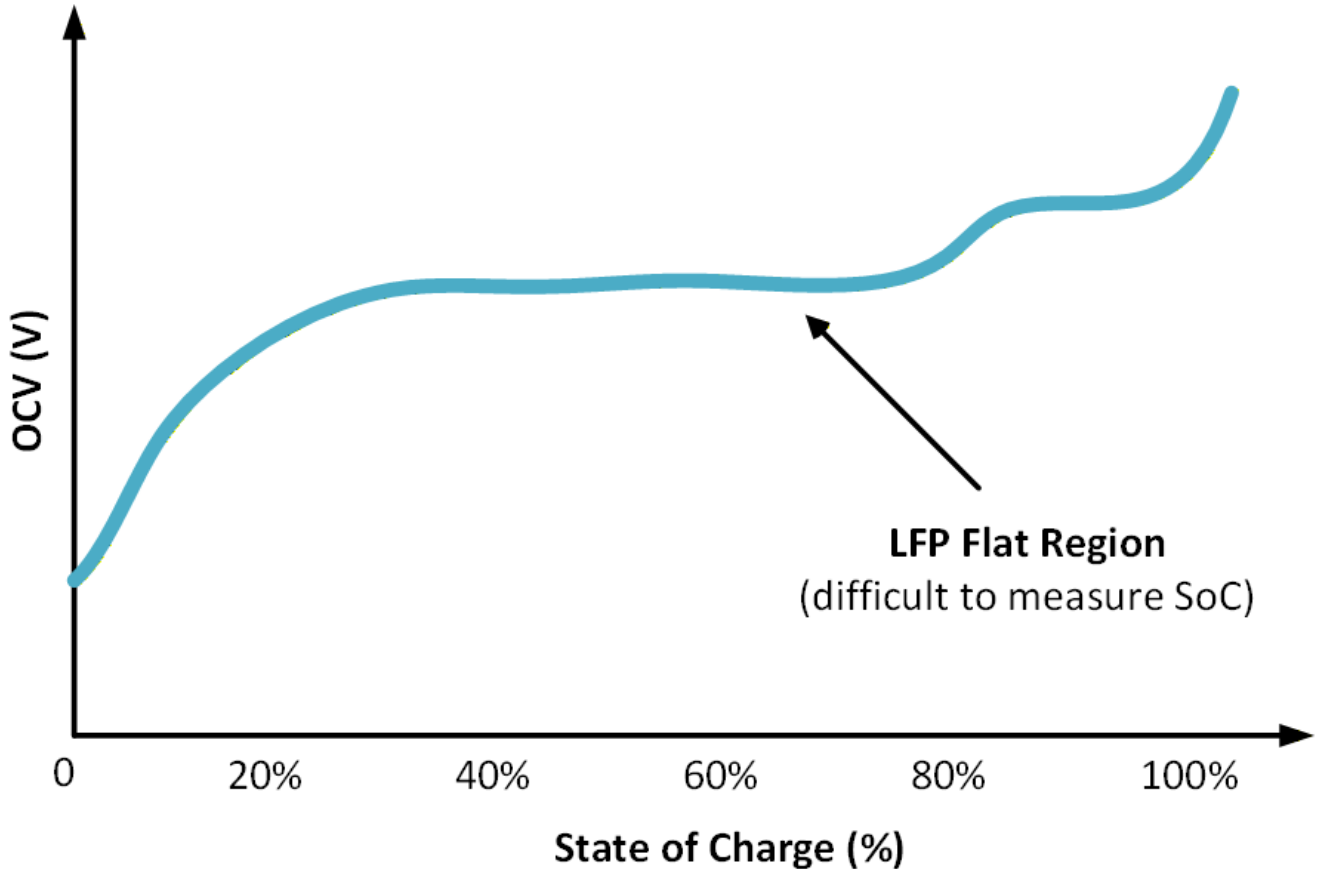

图 3-4. LFP 開路電壓與電量狀態曲線圖 (顯示為平坦區域)
- **DC 電壓準確度**：LFP 電池芯在電量 30% 至 90% 之間時，其電壓與電量狀態的曲線非常平坦 (如 图 3-4 中所示)，這使得傳統的開路電壓測量結果不準確。EIS 透過提供直接的電量狀態測量來提升準確度，將最糟情況的誤差從 5% 或 10% 降低至 2% 以下，從而提供更高可用性的電量。